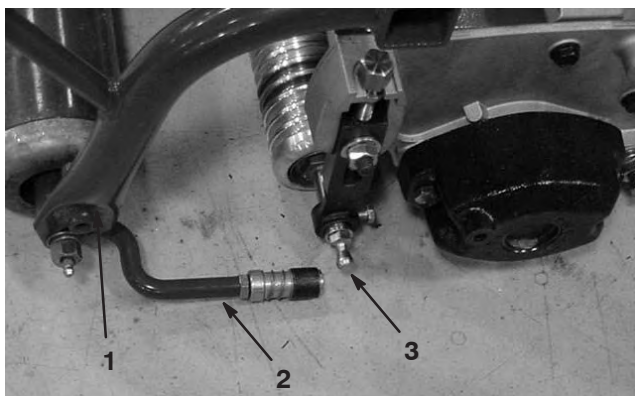

Bild 9
2. Bringen Sie an jedem Ende der vorderen Rolle der Mähwerke jeweils eine Scheibe und einen Kugelbolzen an (Bild 9).
4. Schieben Sie die Hülse am Kugelgelenk zurück und drehen die Zugarme so nach unten, dass der Innensechskant über den Kugelbolzen passt. Lösen Sie die Hülse, so dass sie über den Bolzen geht und die Baugruppen miteinander verbindet (Bild 9).